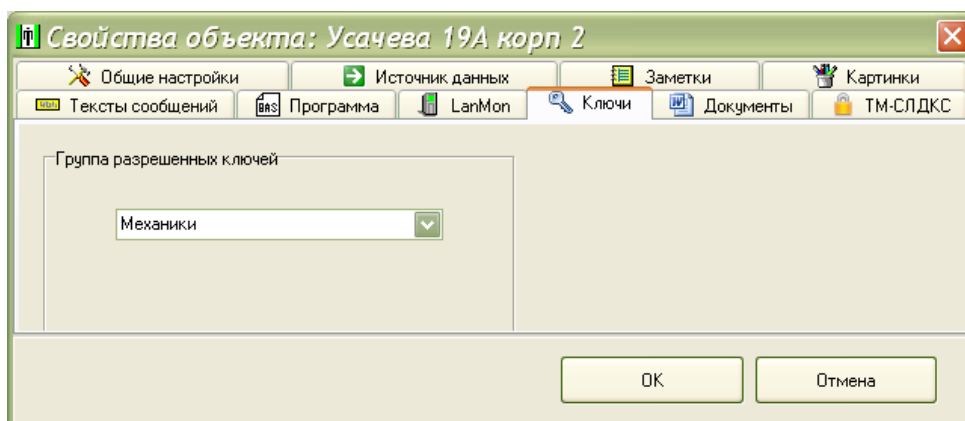

Рисунок 49
4) На вкладке «Ключи» из списка выбрать группу пользователей, которым разрешен вход через дверь, с которой связан блок ТМ-СЛДКС (рисунок 49).